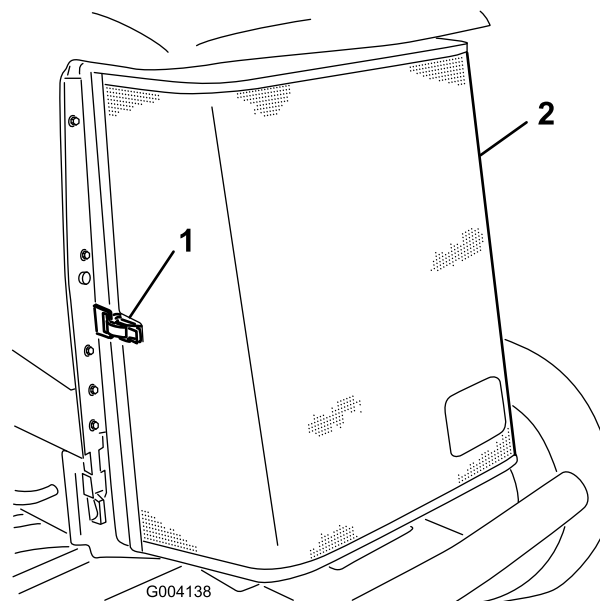

Figura 59
3. Desprenda a braçadeira e articule para abrir o painel traseiro (Figura 59).